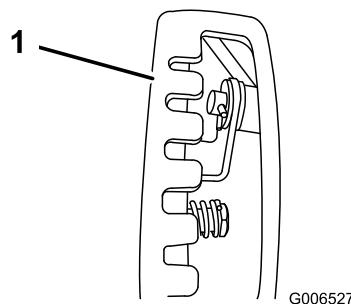

Рисунок 7
**Примечание:** Для упрощения установки наблюдайте за операциями через отверстие в переключателе скоростей (Рисунок 7).